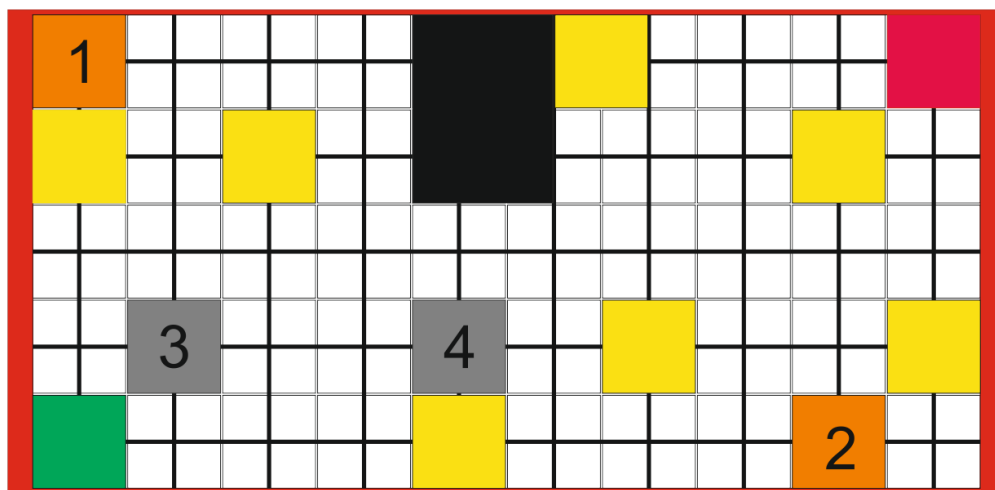

Рис. 13
13. Расстановка объектов на поле в сезон 2024-2025 представлено на Рис. 13.